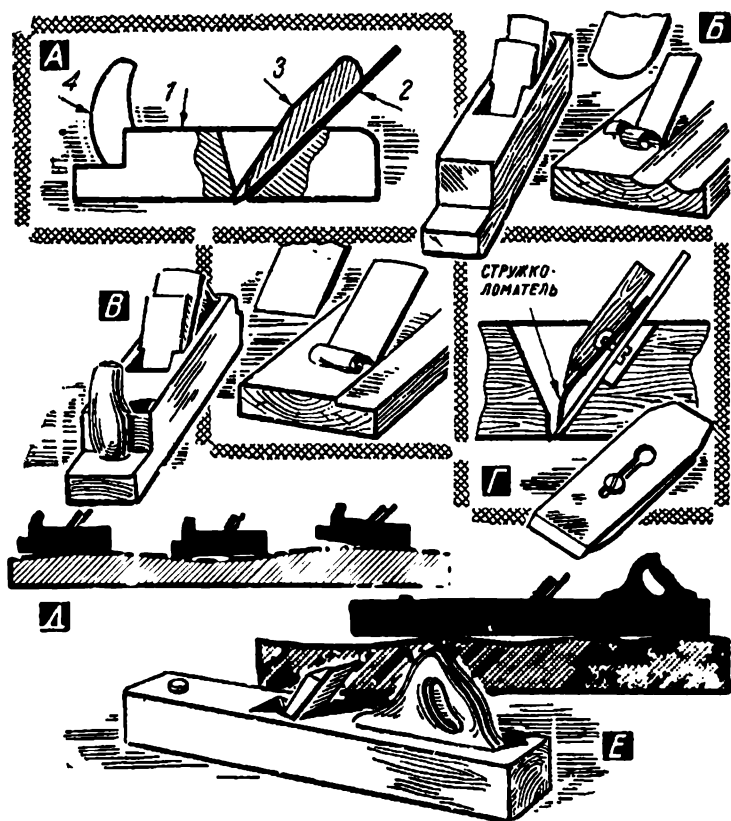

Рис. 49. Струги.
Струг (рис. 49, А) состоит из колодки (1), резца или железки (2), клина (3) и ручки (4). При движении колодки по поверхности изделия железка, находящаяся в сквозной прорези колодки и прижатая клином, снимает с древесины стружку.
Шерхель применяется для первоначальной обработки изделия. Железка шерхеля узкая и имеет немного закругленную режущую часть (рис. 49, Б), выступающую за плоскость подошвы на 2—3 мм. Благодаря такой конструкции шерхелем можно строгать как вдоль, так и поперек волокон. Обработанная шерхелем заготовка имеет волнистую поверхность, и ее приходится выравнивать рубанком.
Рубанок одинарный. В отличие от шерхебеля рубанок имеет широкую железку (до 60 мм) с прямой режущей частью (рис. 49, В). Ее выпускают за поверхность подошвы колодки на 0,2—0,3 мм, так как чем меньше выступ, тем чище будет поверхность строгания. При отсутствии рубанка можно использовать шерхебель, заточив его железку прямолинейно. Поскольку железка шерхебеля вдвое уже, то работа с ней требует гораздо меньше физических усилий. В изделиях, где не требуется особенно тщательная чистота строгания, можно обойтись шерхебелем и одинарным рубанком или шерхебелем с овальной и прямолинейной железками.
Рубанок двойной применяется для получения особо чистой и гладкой поверхности. Размеры колодки двойного рубанка не отличаются от одинарного, но к железке привинчивается винтом металлическая накладка (рис. 49, Г). Она служит стружколомателем. Наталкиваясь на нее, стружка загибается вверх, что облегчает работу. Кроме того, с помощью накладки можно регулировать толщину стружки. Чем кромка накладки ближе к лезвию, тем стружка тоньше и, следовательно, обрабатываемая поверхность чище.
Длина рубанка по отношению к обрабатываемой поверхности сравнительно невелика, поэтому он строгает как бы «обходя» плавные выпуклости и впадины, что затрудняет получение правильной плоскости (рис. 49, Д).
Фуганок (рис. 49, Е) более чем вдвое длиннее и значительно шире рубанка. Его железка не обходит, а состругивает выпуклости. Поэтому обработанные фуганком поверхности при складывании плотно примыкают друг к другу.